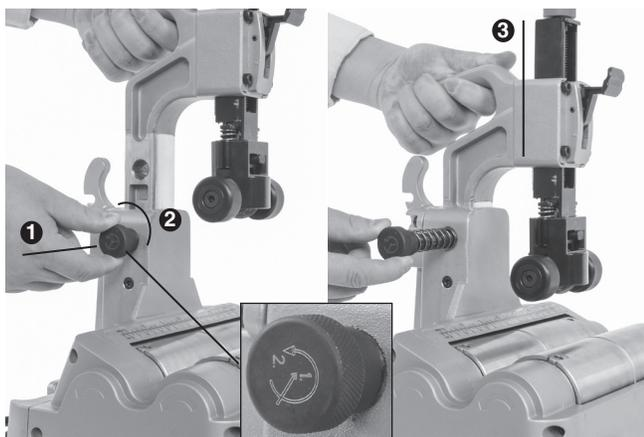

図 6 - クイックスイッチサイズ調整
1. カッタにチューブがない状態で、グリップをつかんでノブを少し押し下げてピンを離し、①反時計回りに少し回します②。ノブはバネ式で、引っ込められ、ノブの動きを制御します。図 6 参照。
2. グリップを使用して、ヘッドを目的の位置に移動します③。